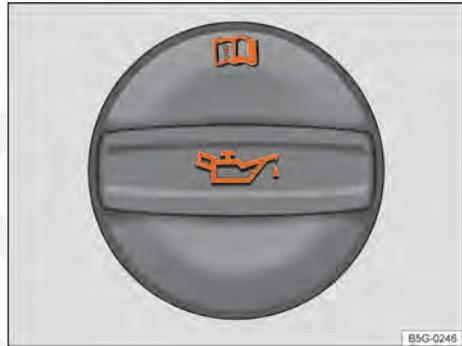

Fig. 174 No compartimento do motor: tampa da abertura para enchimento de óleo do motor.
4. Identificar a abertura de enchimento de óleo do motor e a vareta de medição do óleo. A abertura para enchimento do óleo do motor é identificada pelo símbolo  na tampa ⇒ Fig. 174 e no punho de cor contrastante da vareta de medição do óleo. Se não estiver claro onde a tampa e a vareta de medição do óleo se encontram, procurar uma empresa especializada.
- Desrosquear a tampa da abertura para enchimento de óleo do motor ⇒ Fig. 174.